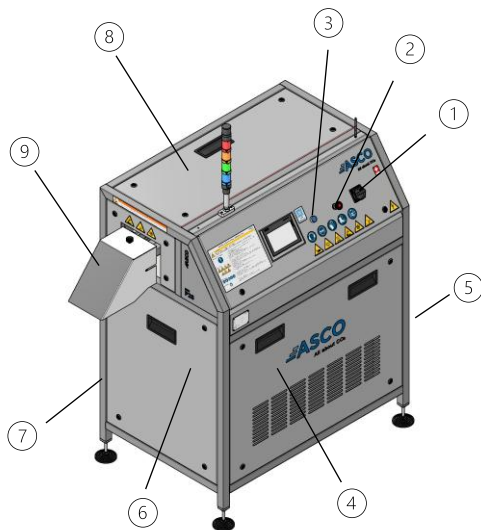

Fig.3
- Coperture di sicurezza (Fig. 3)